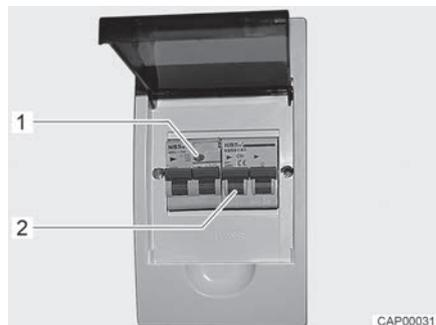

Fig. 75 Caja de fusibles de 230 V con interruptor de protección de línea e interruptor FI
Un interruptor de corriente de defecto (interruptor FI) en la caja de fusibles asegura el vehículo completo contra corriente de defecto (0,03 A). Un interruptor de protección de línea conectado en serie (10 A) (Fig. 75,2) asegura la red de a bordo de 230 V.
- Si el vehículo está conectado a la alimentación de 230 V, pulsar la tecla de prueba (Fig. 75,1). Se debe activar el interruptor de corriente de defecto.